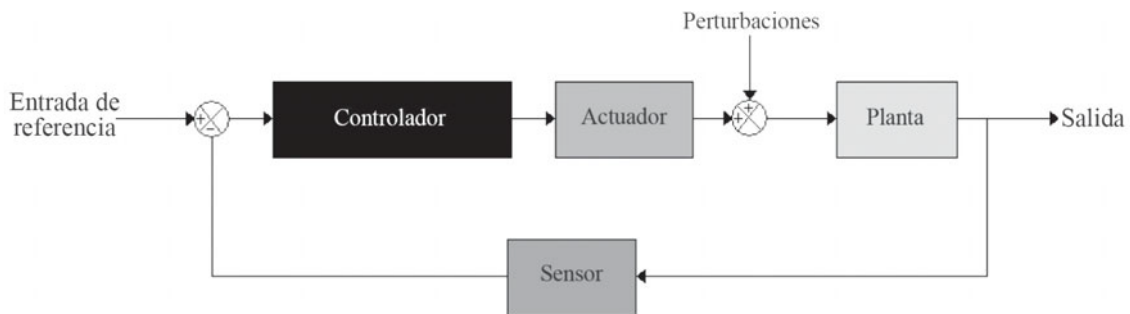

Figura 1. Diagrama de bloques de los procesos del Proyecto Integrador.
El proceso seleccionado debe ser un sistema de una única entrada y una única salida (SISO) y debe tener la estructura mostrada en la Figura 1. La importancia del diseño de sistemas de control es lograr un **rendimiento dinámico** satisfactorio en términos de
- ✓ Realizar un diagrama de bloques de la forma mostrada en la Figura 1 donde se muestren e identifiquen cada uno de los componentes del sistema de control. Asimismo, presentar un esquema que ejemplifique el proceso a desarrollar.